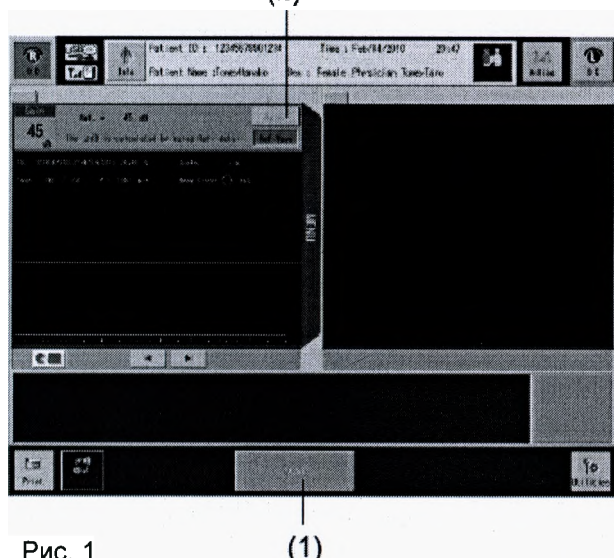

Рис. 1
- 1) Появляется инициализирующее окно, позволяющее вам проверить Ref данные при переключении режимов (Рис. 1).